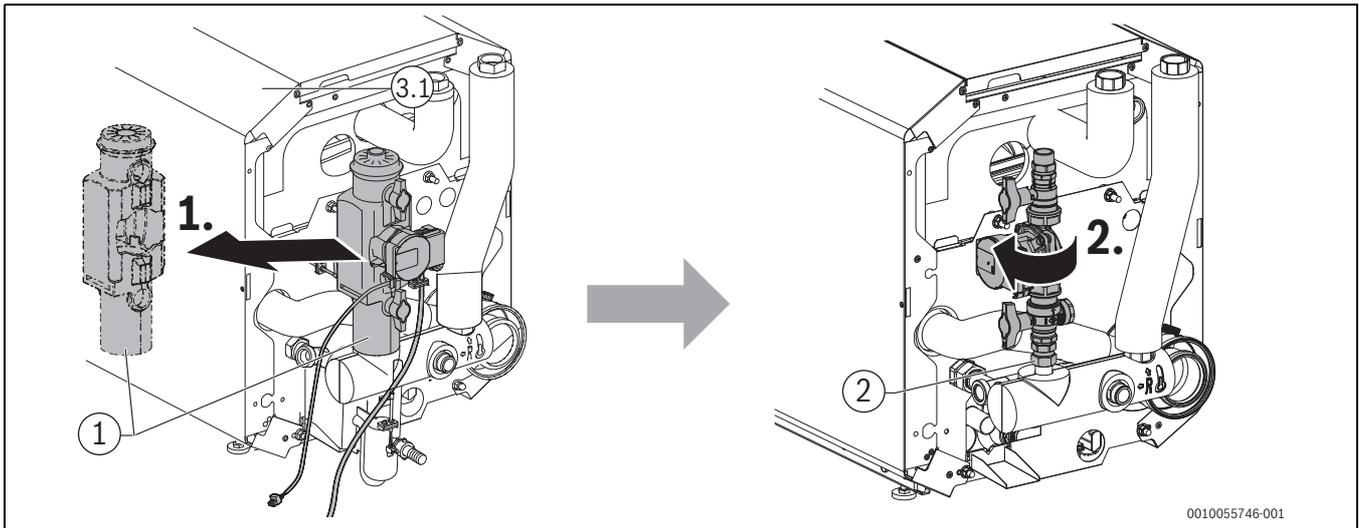

Bild 2 Pumpenstrang drehen
- ▶ Wärmeschutz (→Bild 2) abnehmen.
- ▶ Überwurfmutter am Pumpenstrang der Rohrgruppe HYC40B lösen und Pumpenstrang um 90° drehen (→Bild 2).